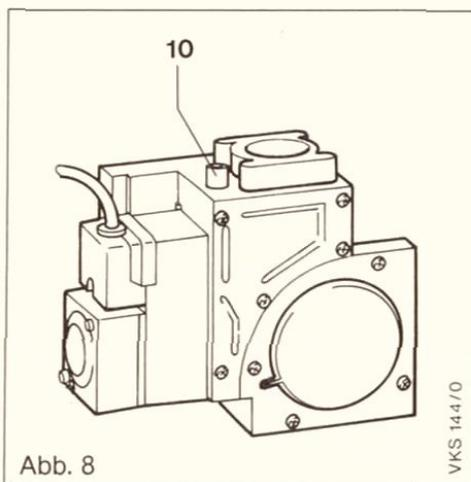

Abb. 8
- Verschlußschraube im Anschlußdruck-Meßstutzen (10 in Abb. 8 u. Abb. 1) lösen.